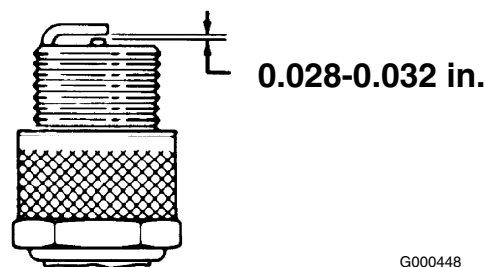

Figure 24
3. Réglez l'écartement des électrodes à 0,05-0,07 cm (Figure 24). La bougie installée doit avoir l'écartement correct et être fermement serrée à 23 Nm.